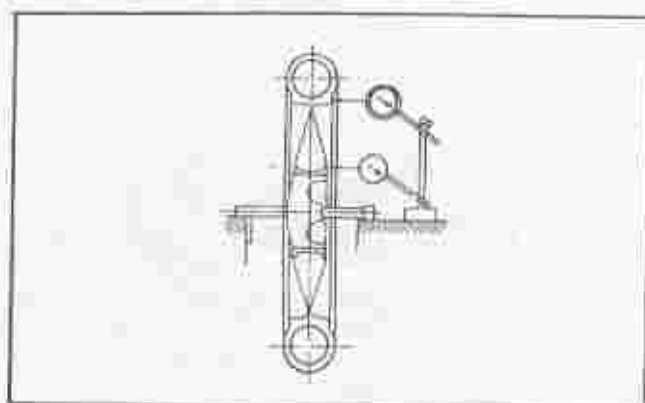

Fig. 68 Meten van velgslag
- 3) Controleer de velg op deuken en na montage de zijdelingse slag. (Fig. 68)